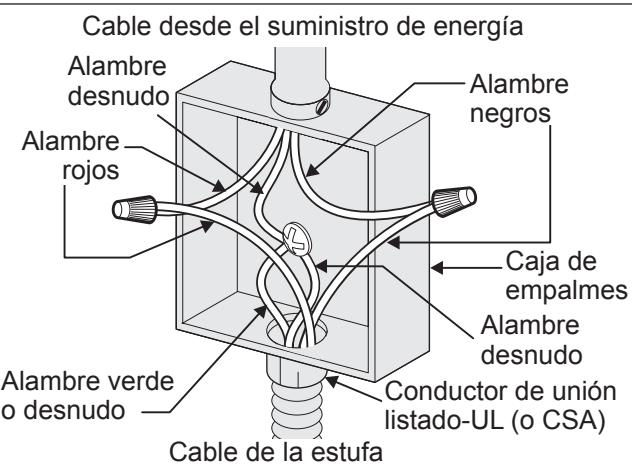

Figura 3 - CAJA DE EMPALMES DE 3 ALAMBRES PUESTA A TIERRA
Este electrodoméstico está fabricado con un suministro eléctrico neutro blanco y un alambre de cobre conectado al armazón. El armazón esta puesto a tierra por un enlace de la conexión a tierra con la conexión del neutro al final de la línea eléctrica, si es usado en los estados unidos una nueva instalación de circuito de bifurcación (1996 NEC), casa rodante, vehículos recreacionales, o donde los códigos locales no permitan poner a tierra mediante el neutro (blanco) o en Canadá, desconectar la conexión blanca de la verde y utilizar la conexión a tierra para poner a tierra la unidad de acuerdo a los códigos locales, conectar el neutro al circuito de bifurcación- conductor neutro de manera usual. Ver Figura 4. Si su electrodoméstico va a ser conectado a una caja de conexión puesta a tierra de 3 cables (en los estados unidos solamente), donde los códigos locales permitan conectar el conductor de poner a tierra-electrodoméstico con el neutro (blanco) ver Figura 3.
**Donde los códigos locales permitan conectar el conductor de puesta a tierra del electrodoméstico al neutral (blanco) (Solamente en los Estados Unidos) (vea Figura 3):**
2. En el caja de juntas: conectar el aparato y los cables residenciales como se muestra en la Figura 3.